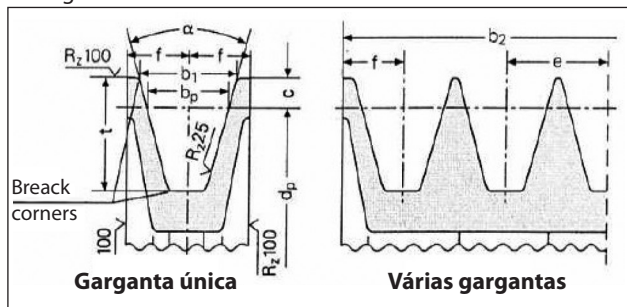

Fig. 8
- a) Use polias para a correia trapezoidal com as dimensões da garganta prescrita/aconselhada pelo fabricante da correia usada. Na falta das orientações, siga a Fig. 8 e a tabela da Fig. 9.